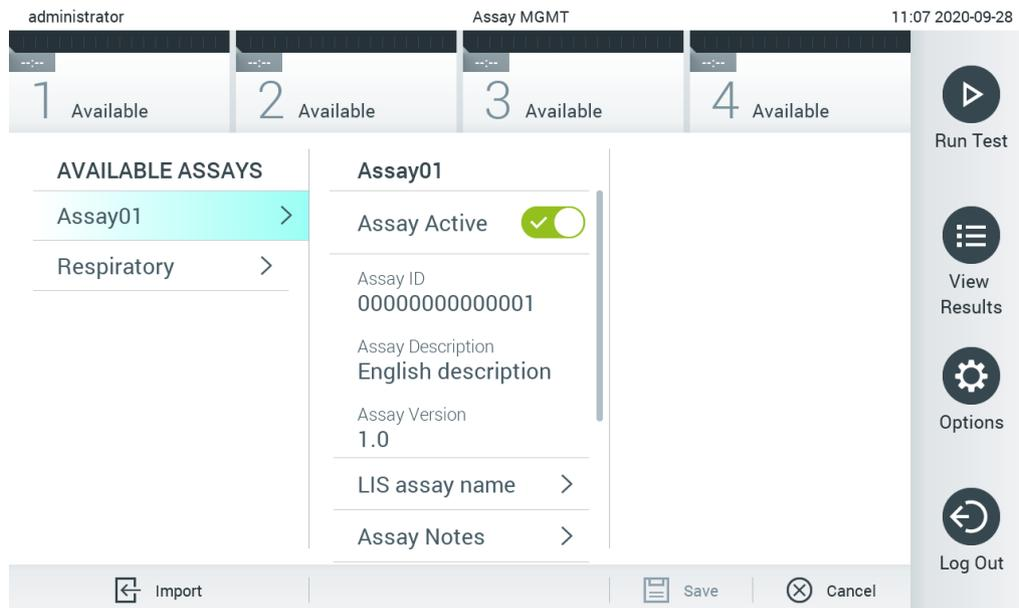

Figura 61. Ativação do ensaio.
7. O ensaio torna-se ativo selecionando Assay Active (Ensaio ativo) (Figura 61).